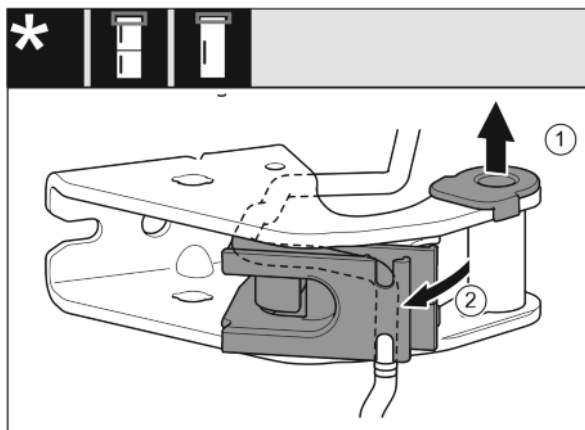

*Fig. 21*
- ▶ Húzza ki a csapágyperselyt a vezetősínből. *Fig. 21 (1)*
- ▶ Fordítsa ki a kábeltartót. *Fig. 21 (2)*